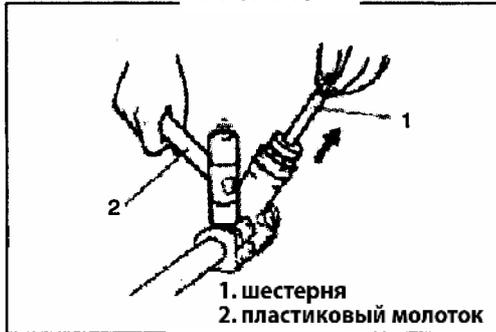

Рис. 450
3) При помощи пластикового молотка отсоедините шестерню рейки от корпуса, как показано на рисунке (Рис. 450).